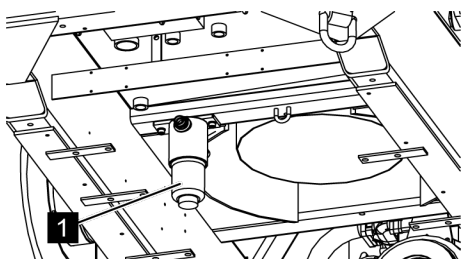

Fig. 169: Filtre hydraulique
8. ➔ Revisser le pot filtrant (Voir la Fig. 169/1).